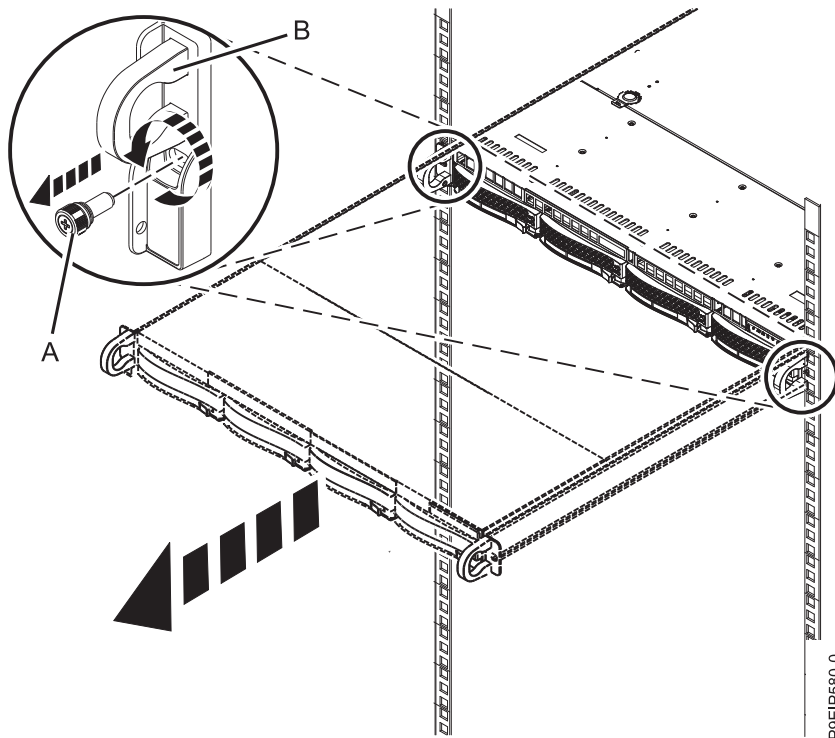

Figura 79. Removendo os parafusos frontais e removendo o sistema do rack
2. Remova os parafusos frontais que prendem o sistema ao rack de ambos os lados do sistema, conforme mostrado na Figura 79.